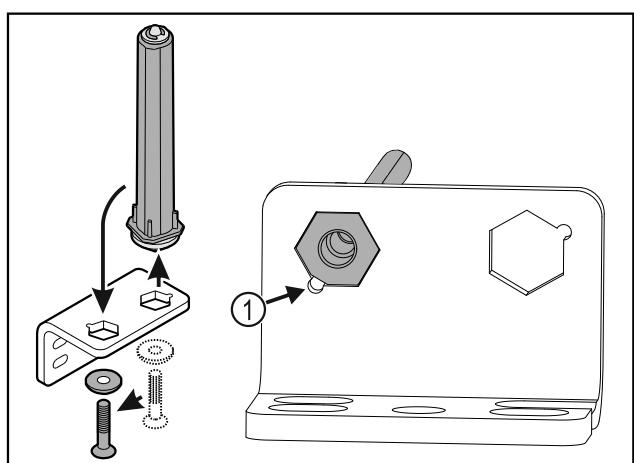

Fig. 39
► 在安装时请注意，让螺栓斜面 Fig. 39 (1)朝向圆孔。